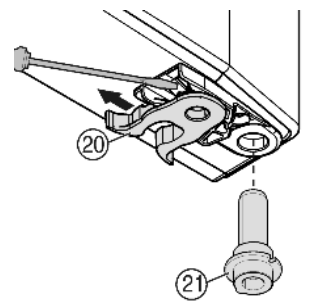

Fig. 8
- ▶ переставить пружинный зажим Fig. 8 (20): Нажмите вниз язычок защелки, снимите с него пружинный зажим.
- ▶ Извлеките опорный палец Fig. 8 (21) из втулки двери и вставьте вместе с шайбами на противоположную сторону. Язычок защелки должен быть направлен к внутренней стороне двери, паз — к внешней стороне.
- Поверните нижнюю часть двери и вставьте опорный палец *Fig. 8 (21)* в опорный кронштейн. При необходимости покрутите опорный палец, чтобы он смог заскочить.